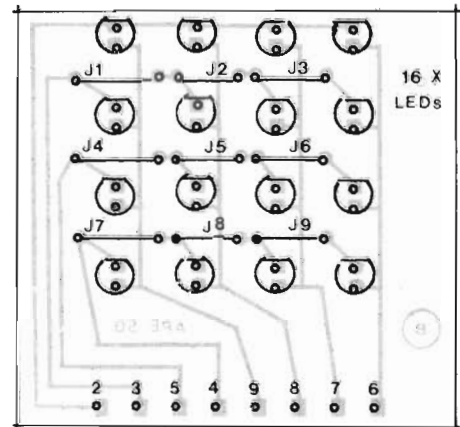

Fig. 6
- FIG. 6 - "CHAPEADO" DA MONTAGEM - PLACA "B" - O lado não cobreado da placa "B" traz a estilização do posicionamento dos 16 LEDs (todos eles com o laço chanfrado, correspondente ao terminal de **catodo** - K -, voltado para a borda **oposta** à quem tem a **linha** de 8 contatos de conexão inter-placas...), bem como os **importantes jumpers** (simples pedacinhos de fio, interligando duas pilhas específicas...), numerados de J1 a J9... Os tais **jumpers** devem ser inseridos e soldados **antes** dos LEDs e **não podem** ser esquecidos! Se "unzinho" só deles não estiver na placa, todo o **display** mostrará funcionamento errático e incompleto... Quanto aos LEDs, para boa estética e visualização, convém que não fiquem muito rentes à superfície da placa, e que suas "cabeças" (todas as 16...) guardem a **mesma** altura com relação a dita superfície... Com o "truque" de enfiar previamente todos os LEDs nos respectivos lugares, apoiando em seguida a placa, "de ca-